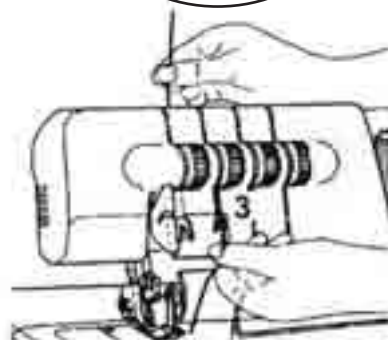

Fig.26
3. Segure a linha com os dedos, passe-a ao longo dos discos do selector da tensão da linha 15 e puxe-a para baixo (3) (fig. 26).